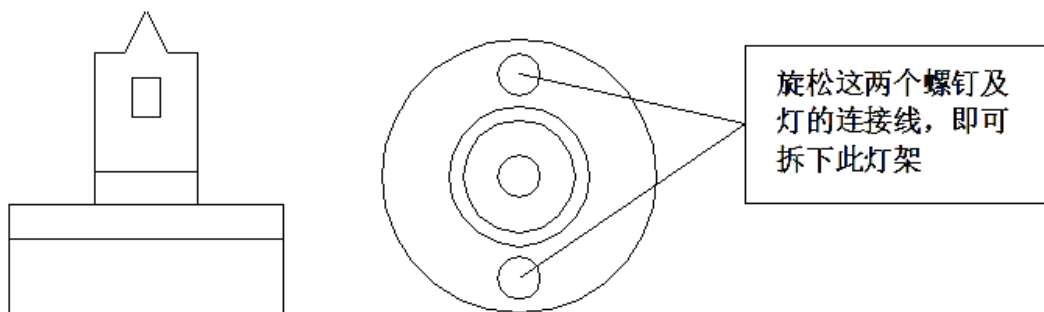

图 5-2 氙灯组件
- 开机，观察氙灯光斑在入射狭缝上所成的图像。更换新氙灯后，有时需要调整轮胎镜的高低位置，使氙灯聚焦在入射狭缝上的光斑呈现上下居中状态，符合图 5-2 所示。